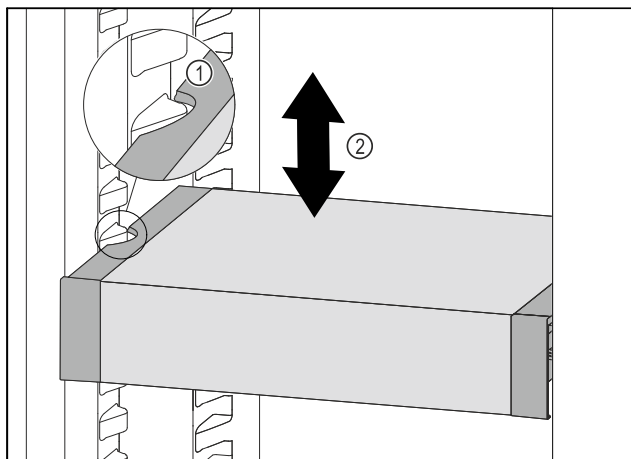

Fig. 98
- VarioSafe vucite prema naprijed sve dok se bočni otvori VarioSafe ladice ne nađu na visini žlijeba spremnika u hladnjaku. Fig. 98 (1)
- Pomičite ladicu VarioSafe u hladnjaku prema gore ili dolje sve dok ne dosegnete željenu visinu. Fig. 98 (2)